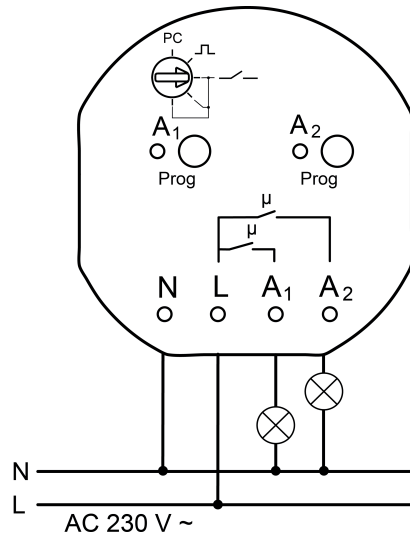

Figure 2: Exemple de raccordement
- Raccordement des charges selon l'exemple de raccordement (figure 2).